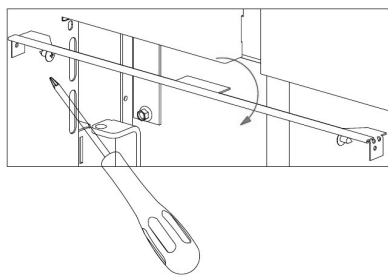

Fig. 53 - Desmontaje de los perfiles
- Desenrosque los tornillos traseros y delanteros del lateral (vea **Fig. 53**) y retírelo (vea **Fig. 54**).